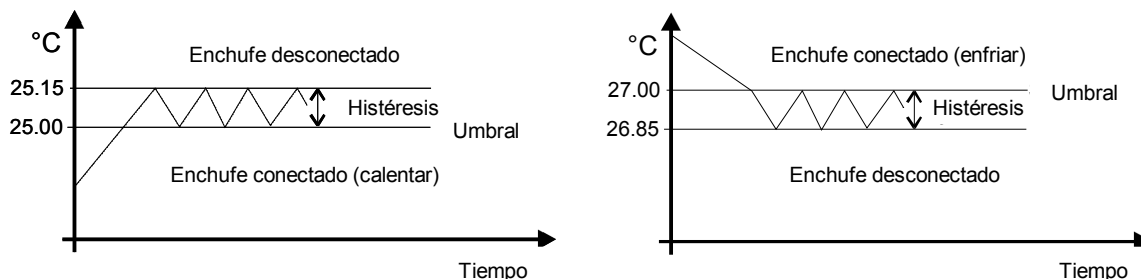

Fig. 12: Principio de control
**Ejemplo:** el gráfico de la Fig. 12 muestra dos procesos de control de temperatura, uno de un calentador (izquierda) y otro de un refrigerador (derecha).